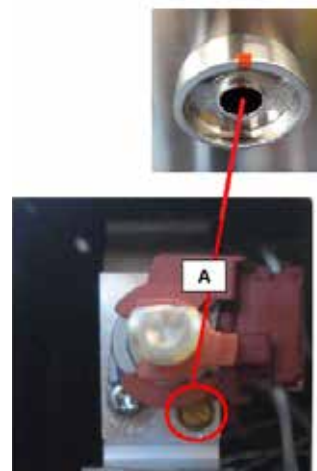
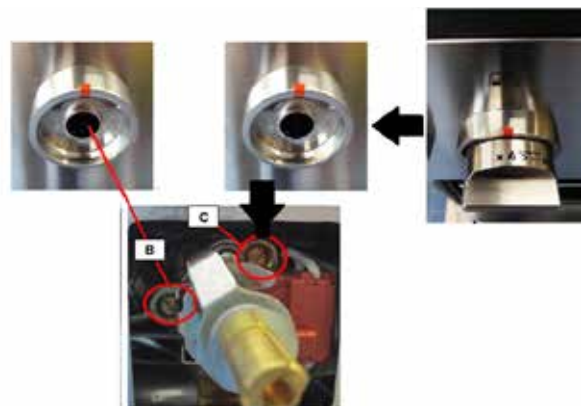

Figure 2: Le robinet du brûleur à une seule flamme
Figure 3: Le robinet du brûleur à double flamme
1. Dévissez le capuchon du régulateur. (figure2)
3. Insérez un fin tournevis à lame fine dans le renforcement situé derrière le bouton de commande (Figure 2 pour une flamme simple et Figure 3 à double flamme) et engagez la lame avec la fente dans la vis de réglage. (A flamme singulière; B double flamme).
4. Si les performances de la flamme ne sont pas acceptables, il peut être nécessaire de réajuster la vis de la vanne (fig. 2 et 3 à la page 34) pour un brûleur dont la flamme n'est pas suffisamment entraînée.